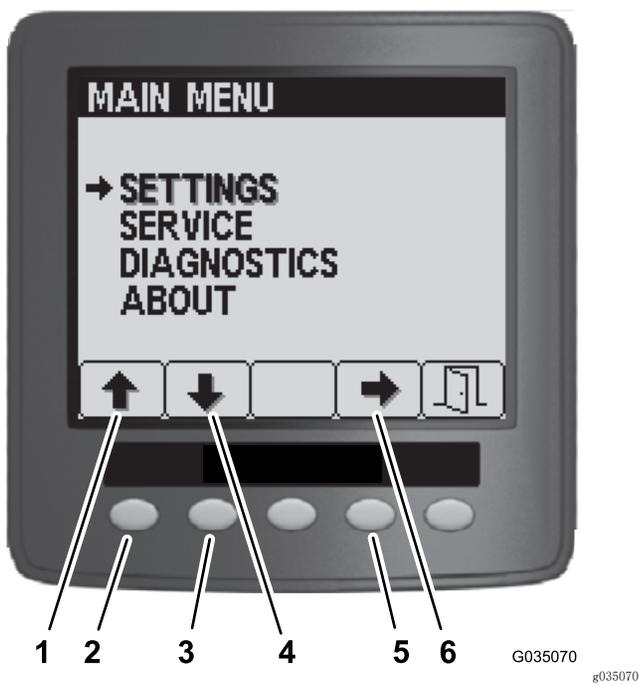

图100
3. 在主菜单上，按 1 号按钮或 2 号按钮，直至设置选项高亮显示，然后按 4 号按钮，导航至设置菜单（图100）。